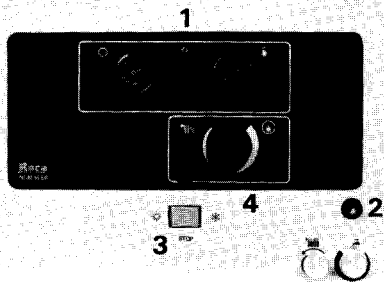

Fig. 5
Pulsar en (1) fig. 5 mientras se acciona el piezoeléctrico (2).